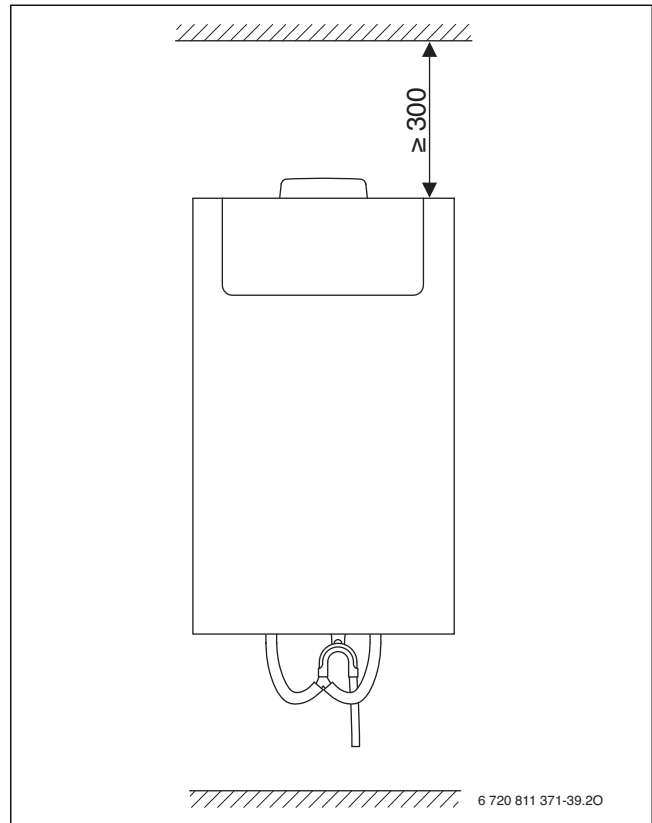
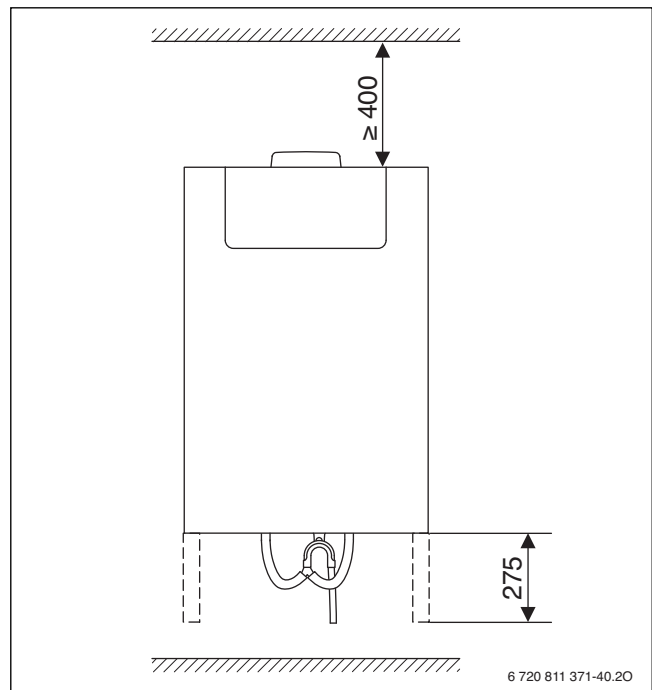

Bild 26 HRV2-140 (S)
Bild 27 HRV2-230 (S), HRV2-350 (S)
- ▶ Mindestabstände zu Wänden, Decke und Boden beachten (→ Bild 26 bzw. Bild 27). Der Mindestabstand vor dem Gerät beträgt 650 mm.